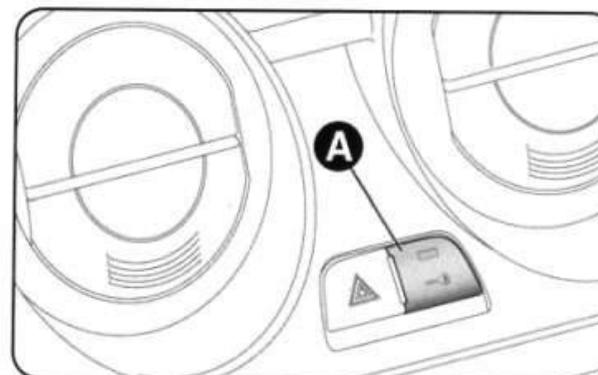

рис. 43
**БЛОКИРОВКА ДВЕРЕЙ (рис. 43)**